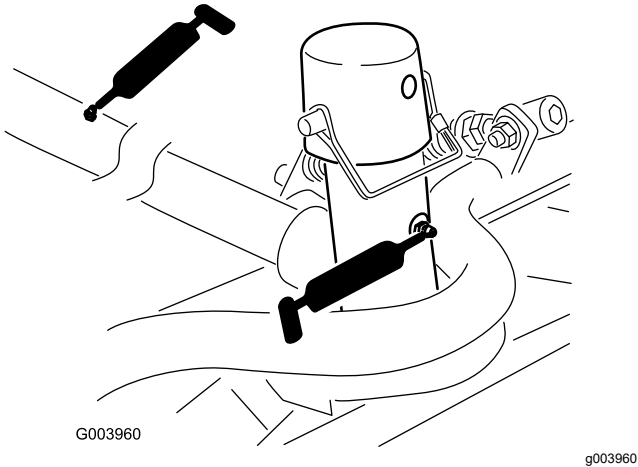

Figure 43
- Bâti porteur d'unité de coupe et pivot (x 2) (Figure 43)